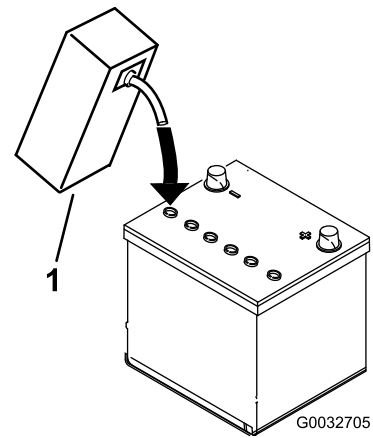

图 5
3. 小心为每个电池注入电解液直到电池极板被大约 6mm 的液体覆盖图 5。
4. 等待约 20 至 30 分钟以便电解液渗透到极板内。必要时加注电解液使电解液保持在加注井底部约 6mm 范围内图 5。